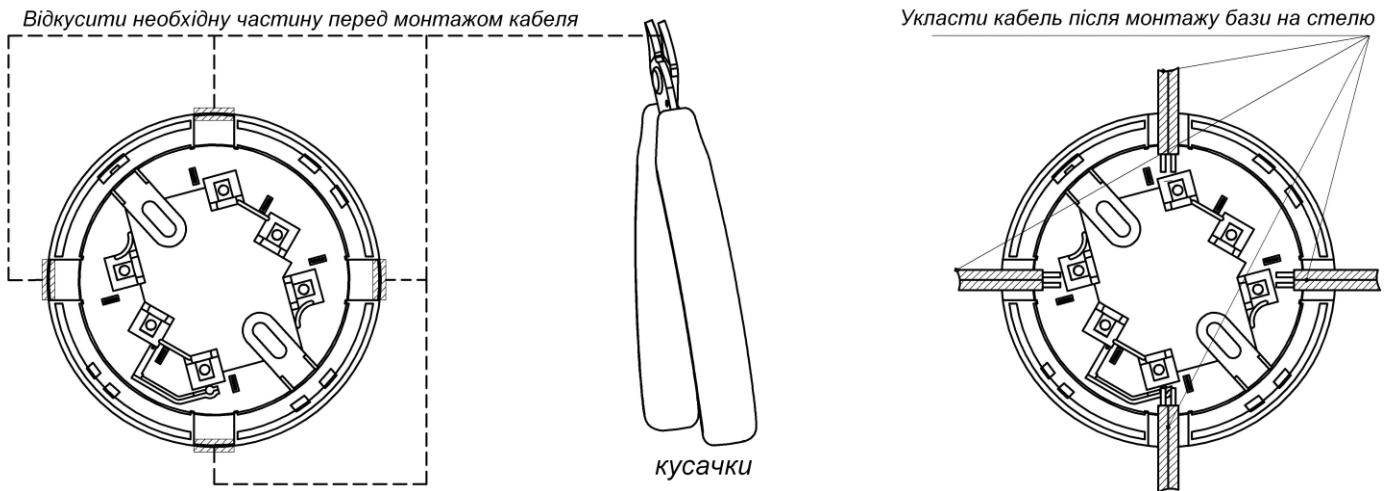

Рисунок 1
3.1 При розміщенні та монтажу сповіщувачів необхідно керуватись вимогами ДСТУ-Н СЕН/TS 54-14 та ДБН В.2.5-56. Для монтажу сповіщувача необхідно базу від'єднати від сповіщувача, повернувши її проти годинникової стрілки, вирізати в ній потрібну кількість пазів для проводів (див. рис. 1) і закріпити її на стелі приміщення за допомогою дюбелів та гвинтів. Підключення сповіщувачів проводиться згідно схеми, наведеної на рисунку 2. Рекомендований переріз проводів від 0,28 до 1,0 мм². Перед перевіркою працездатності і початком експлуатування сповіщувача необхідно зняти захисний ковпачок.